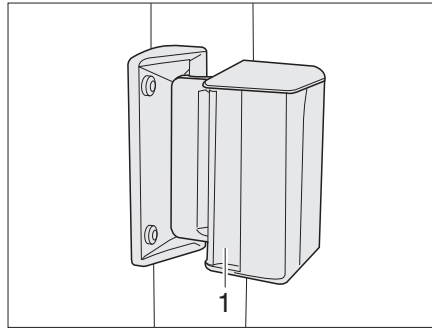

Fig. 50 Ventana corredera
- Presionar el tirador (Fig. 50,1) y, al mismo tiempo, empujarlo o tirarlo hacia delante o hacia atrás.